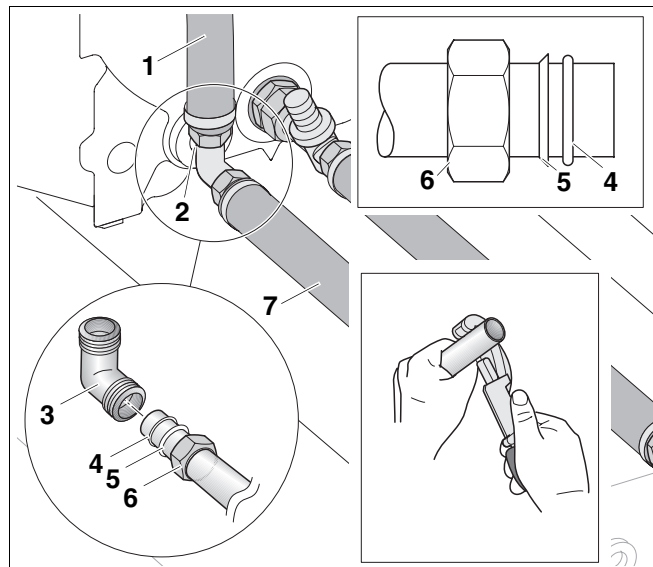
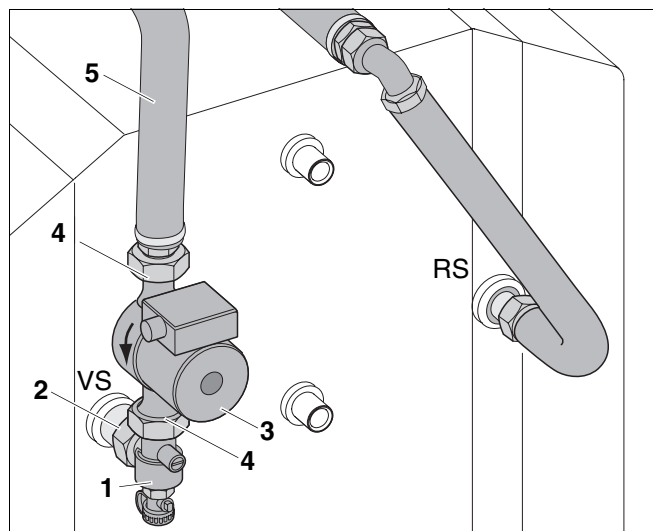

Рис. 12 Монтаж трубопровода на отопительном котле
Рис. 13 Присоединение трубы к баку-водонагревателю
- Если требуется, то укоротите горизонтальную соединительную трубу VS (рис. 12, поз. 7) подающей линии бака VS на величину, указанную в таб. 5 или таб. 6, стр. 8.
- Надеть накидную гайку (рис. 12, поз. 6), зажимное кольцо (рис. 12, поз. 5) и кольцо Ø 26 x 3 (рис. 12, поз. 4) на (обрезанную) горизонтальную соединительную трубу VS (рис. 12, поз. 7).
- Надеть угловое резьбовое соединение с зажимным кольцом (рис. 12, поз. 3) на соединительную трубу VS и соединить накидной гайкой (рис. 12, поз. 6).
- Вложить уплотнение (рис. 12, поз. 2) в накидную гайку на длинной части трубы VS (рис. 12, поз. 1) и соединить угловое резьбовое соединение (рис. 12, поз. 3) с трубой VS (рис. 12, поз. 7).
- Выровнять соединительную трубу VS (рис. 12, поз. 7) назад параллельно оси бака и при этом короткая часть трубы VS (рис. 13, поз. 5) должна быть расположена вертикально вниз.
- Затянуть угловое резьбовое соединение с зажимным кольцом (рис. 12, поз. 3) (при затягивании накидной гайки удерживать уголок от прокручивания).
- Уложить уплотнение (рис. 13, поз. 2) в накидную гайку углового обратного клапана (рис. 13, поз. 1) и прикрутить обратный клапан к подающей линии бака.
- Установить уплотнение Ø 28 x 44 x 2 (рис. 13, поз. 4) для насоса в верхнюю накидную гайку углового обратного клапана (рис. 13, поз. 1) и соединить насос (рис. 13, поз. 3) с угловым обратным клапаном так, чтобы подача была направлена вниз.
- Установить второе уплотнение Ø 28 x 44 x 2 (рис. 13, поз. 4) для насоса в накидную гайку на короткой стороне горизонтальной соединительной трубы VS (рис. 13, поз. 5) и соединить трубу VS с насосом (рис. 13, поз. 3).